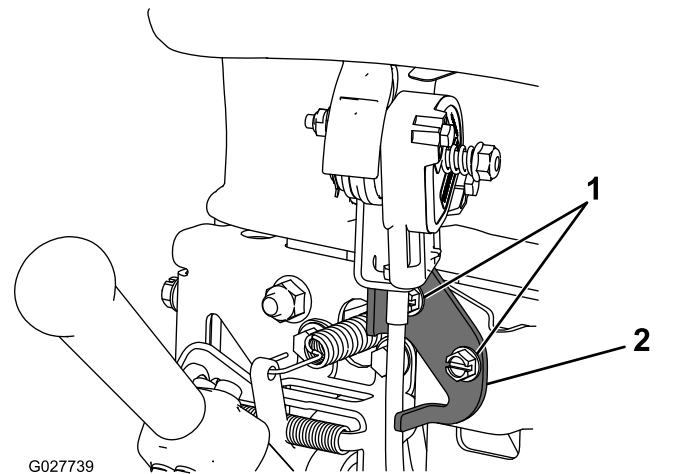

図 31
2. スロットルコントロールを固定している2つの固定具をゆるめる 図 31。